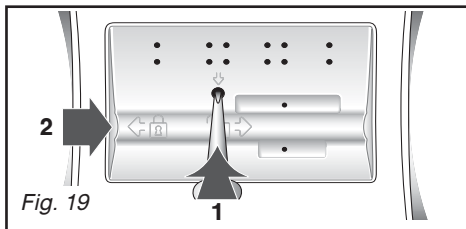

Fig. 19
– déverrouillez cette pièce (Fig. 19).